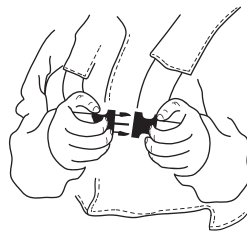

Fig. 1
Il cablaggio del decespugliatore è dotato di un blocco di sgancio rapido accessibile situato sul petto dell'utilizzatore, che viene utilizzato come funzione di sicurezza per gettare la macchina in caso di incendio (Fig. 1). Prima di utilizzare il decespugliatore, verificare sempre che il blocco a sgancio rapido funzioni correttamente.
- ▶ Nella parte anteriore dell'imbracatura è presente un giunto a sgancio rapido facilmente accessibile (situato sul petto dell'utente), che può essere utilizzato in caso di pericolo che richiede di liberarsi dalla macchina. (Fig. 1)